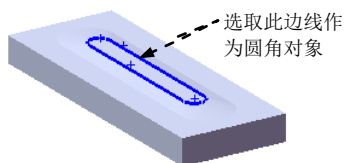

图 17.10.19 定义圆角 1 参照
(3) 选择引导线。本例中使用系统默认的引导线。
(4) 单击“放样”对话框中的  按钮, 完成放样 1 的创建。
Step7. 创建圆角 1。要圆角的对象为图 17.10.19 所示的边线, 圆角半径为 10.0。